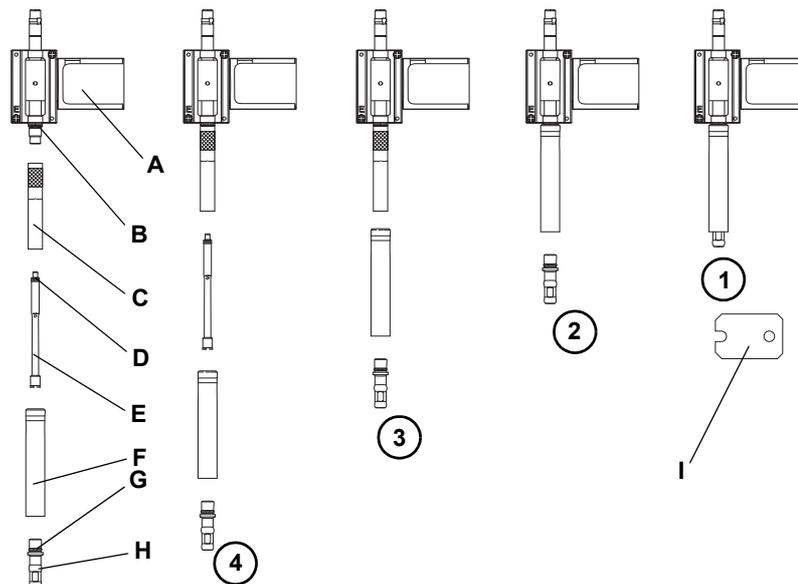

Abb. 7-11 Ausbau/Installation Air LiHa DiTi-Aufnahmemechanismus
- 2 Halten Sie das Abwerferrohr für die Spitze und den Spitzenadapter, während Sie den DiTi-Konus mithilfe des mitgelieferten DiTi-Konus-Schlüssels abschrauben (Schritt (1) und (2) in Abb. 7-11, 7-42).
- 4 Entfernen Sie das Abwurfrohr für die Spitze (Schritt (3) in Abb. 7-11, 7-42).
- 5 Schrauben Sie den Adapterzylinder und das Luftrohr ab und entfernen diese (Schritt (4) in Abb. 7-11, S. 7-42).